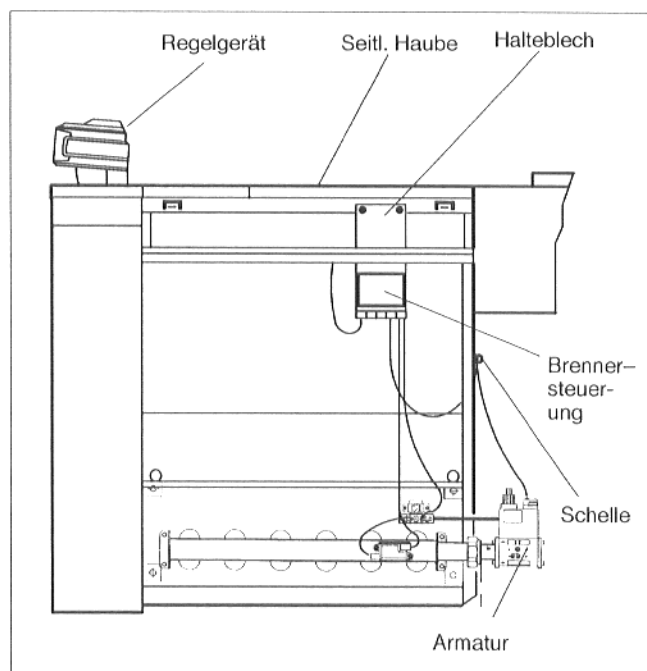

Abb.47
- Halteblech Brennersteuerung mit 2 Blechschrauben an den seitlichen Hauben anschrauben (Abb. 47).
- Verbindungen zwischen Brennersteuerung und Armatur bzw. Taktzünder und Überwachungselektrode nach Schaltplan herstellen. Das Kabel zwischen Brennersteuerung und Armatur wird über die Rückwand geführt und an der Schelle befestigt (Abb.47).